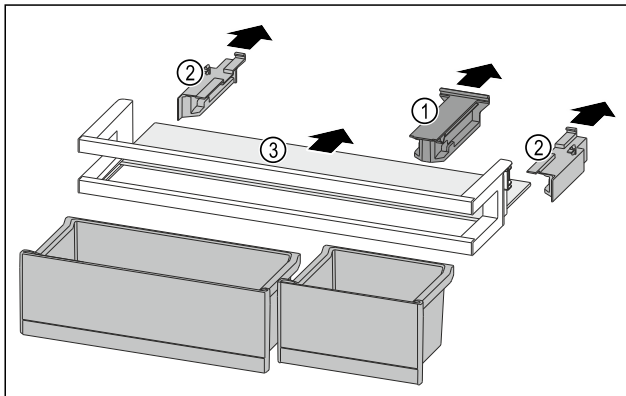

Fig. 127
- Halteteil Fig. 127 (1) abziehen.
- Seitenteile Fig. 127 (2) abziehen.
- Abstellfläche Fig. 127 (3) entnehmen.